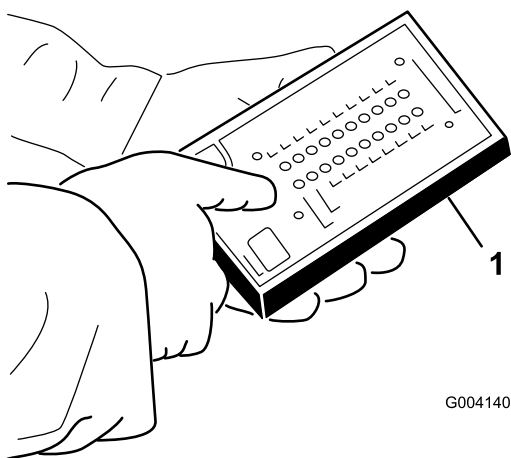

**Рисунок 40**
3. Найдите жгут проводов и разъемы рядом с контроллером (**Рисунок 40**).